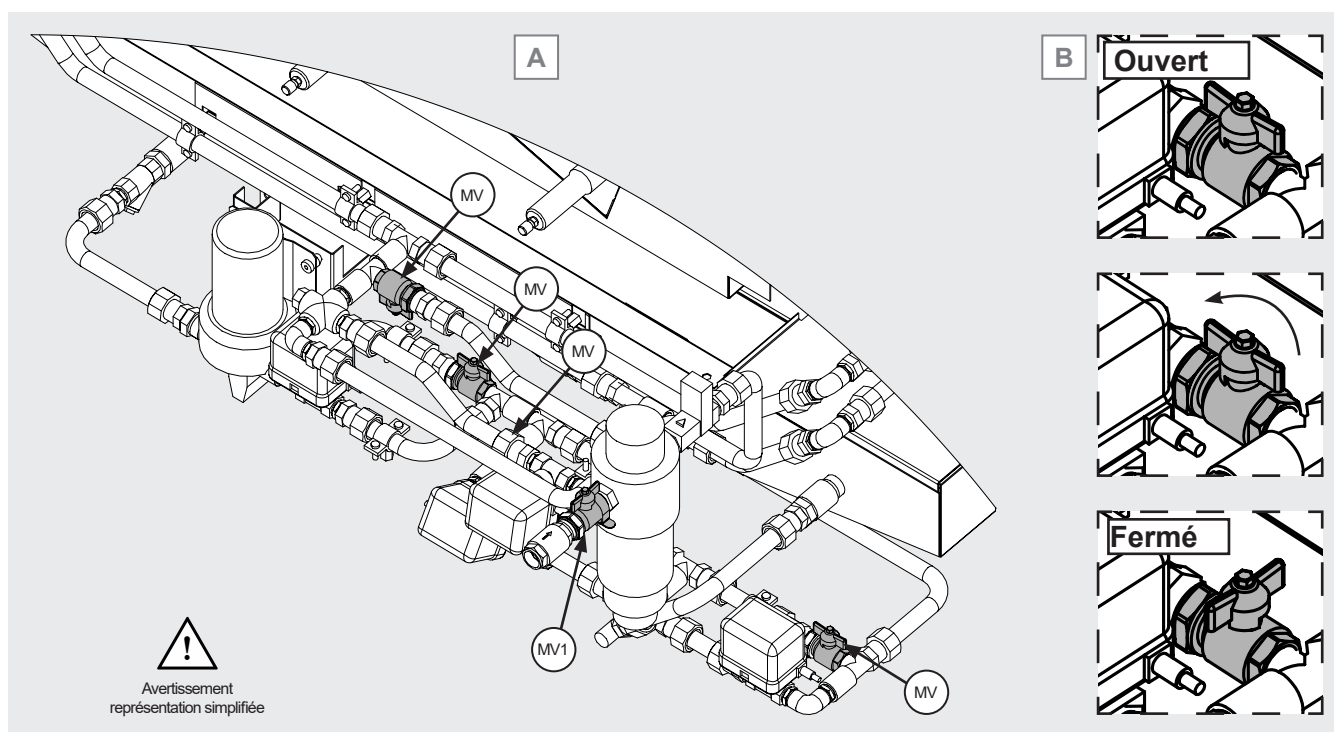

Figure 16
- 10.14 Vanne manuelle (MV1) d'entrée d'eau ouverte, autres vannes manuelles (MV) fermées, voir la Figure 16.